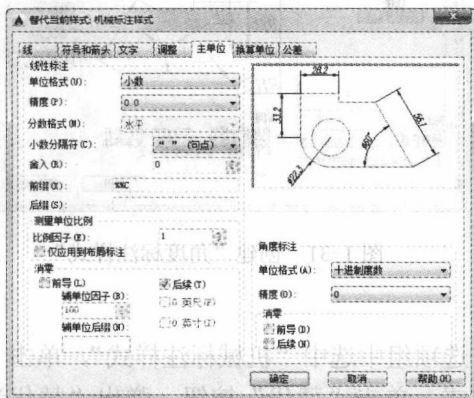

图 1-34 在“主单位”选项卡中添加前缀
1. 在“标注样式管理器”对话框中将“机械标注样式”设置为当前样式。单击“替代”按钮，弹出“替代当前样式”对话框后，打开“主单位”选项卡，在“前缀”文本框中输入“%%C”（英文输入法），如图 1-34 所示。